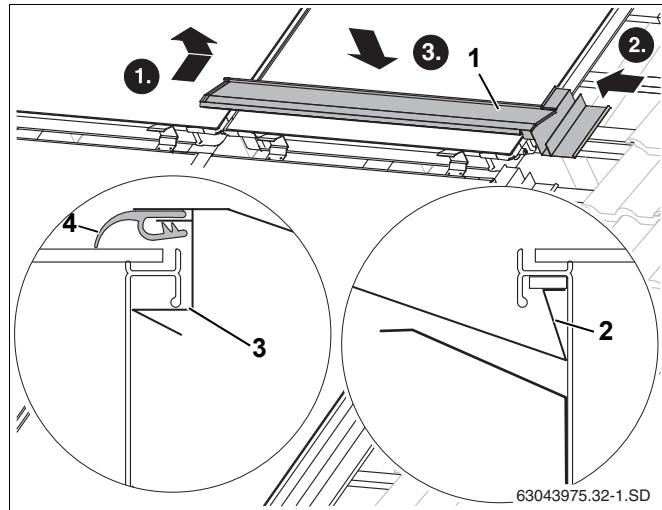

Рис. 52 Установка первого среднего накладного листа
- ▶ Уложите отогнутый край накладного листа (рис. 52, **поз. 2**) в раму коллектора.
- ▶ Подведите накладной лист (рис. 52, **поз. 1**) к коллектору и вставьте в правый боковой накладной лист.
- ▶ При нажатии на лист он входит под раму коллектора (рис. 52, **поз. 3**).
- ▶ Сверху на коллектор нужно уложить и вытянуть резиновый язычок (рис. 52, **поз. 4**).